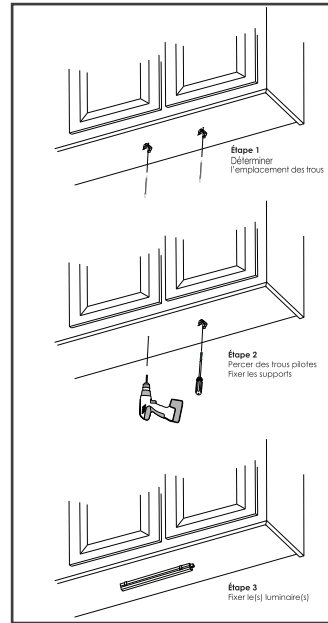

Figure 2
Étape 1 : Déterminer l'emplacement des trous de montage : Placer les supports sur la surface de montage et, avec un crayon, marquer l'endroit où se trouvent les vis. Voir la Figure 2. Pratiquer de même pour une installation de luminaires multiples.